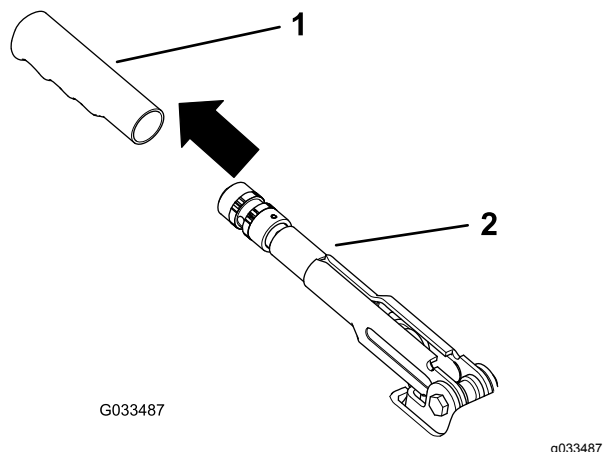

图56
1. 从手刹操纵杆上卸下橡胶握把图56。
5. 将橡胶握把装回手刹操纵杆图56。